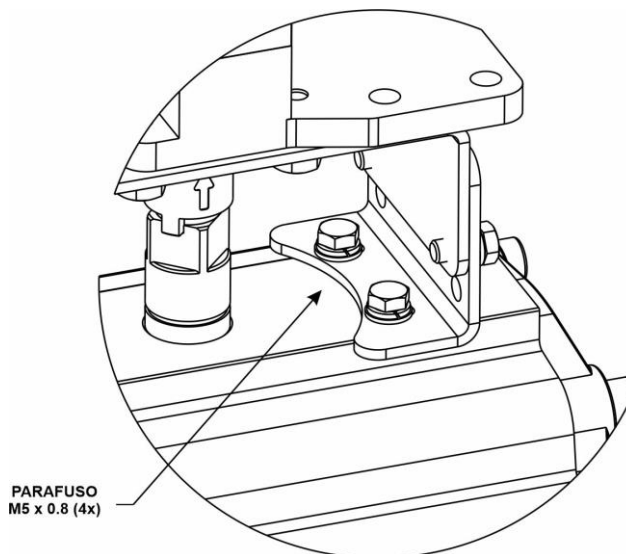

Figura 1.6 – Montagem do atuador rotativo de um quarto de volta no posicionador
9. Instale o suporte de montagem no atuador com quatro parafusos M5 x 0,8 e arruelas lisas. Veja a figura 1.6. Durante o acoplamento do adaptador rotativo do FY500 ao eixo do atuador, observe se o pino central está completamente inserido no eixo do atuador e se o suporte de montagem está de